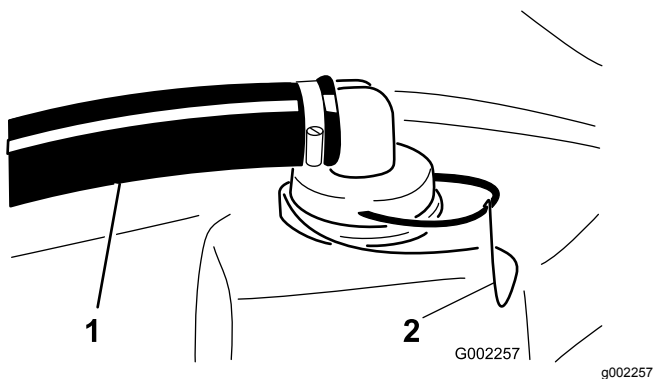

Figure 68
2. Retirez la fixation du raccord rouge monté sur le gros flexible en haut de la cuve (Figure 68).
3. Débranchez le flexible de la cuve (Figure 68).